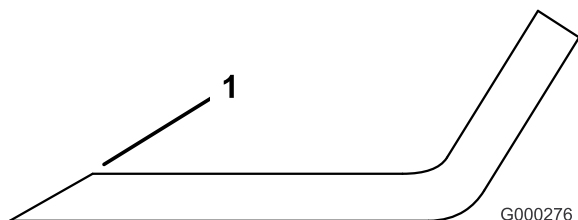

図 71
1. ブレードは、左右の刃先部分を研磨する（図 71）。刃先の角度を変えないように注意すること。左右を同じだけ削るようにすればバランスが狂わない。